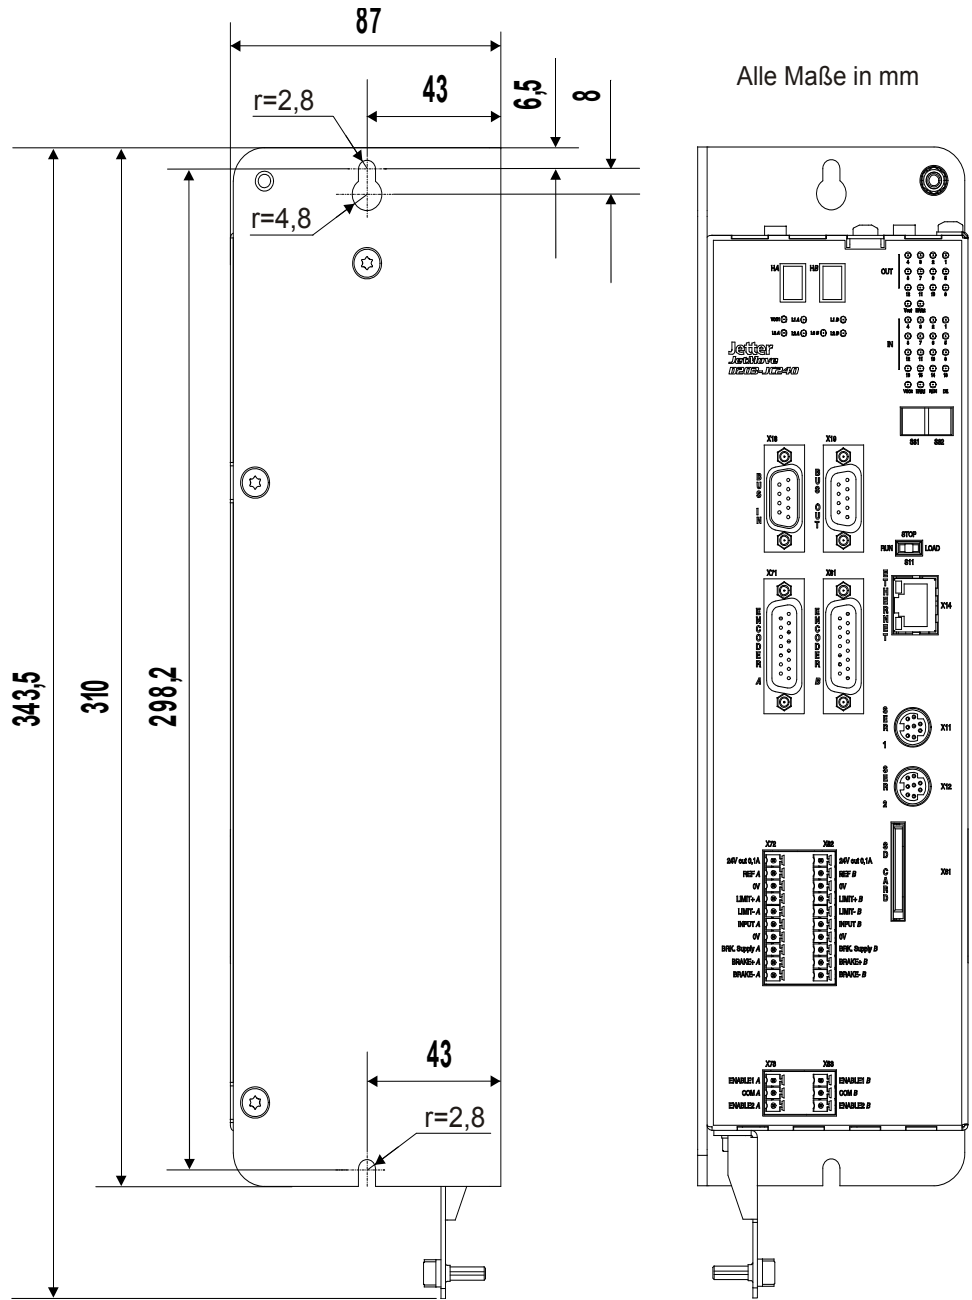

Abb. 4: Rück- und Frontansicht des Gehäuses mit Bohrungen
- Befestigungsschrauben 2 Stück, vgl. hierzu Abb. 4, Seite 25
-  Einbaulage ist nur senkrecht - siehe Abb. 4, Seite 25.
-  Markieren Sie auf der Montageplatte zwei Stellen für die Befestigungsgewinde des JetMove D203 (siehe Abb. 4, Seite 25).